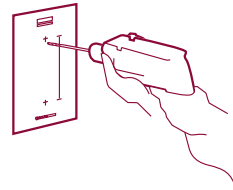

Fig. 4
- Aplicar el adhesivo-plantilla en la pared y con un taladro y una broca para muro de 5 mm de diámetro, practicar agujeros en la pared en los puntos marcados sobre el adhesivo. (fig. 4)